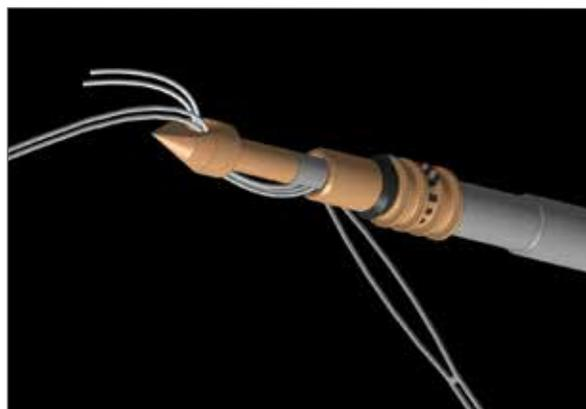

Abbildung 5
5. Um das Nahtmaterial durch den Anker zu fädeln, ziehen Sie den Einfädler ungefähr in einem 45°-Winkel vom Schaft des Setzinstrumentes weg. Entsorgen Sie den Faden-Einfädler, nachdem die Fäden durch den Anker geführt wurden (**Abbildung 5**).